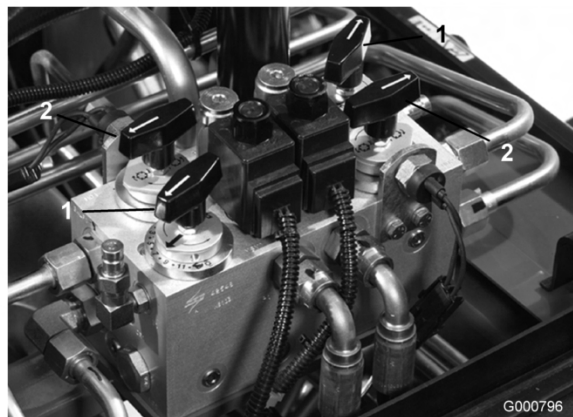

図 70
3. リール速度セレクタとバックラップ・ノブ (図 70) を探し出す。バックラップ・ノブをバックラップ位置にセットし、速度ノブを「1」にセットする。